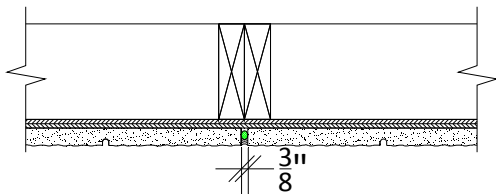

Fig. 5 - Espaciado de juntas de paneles verticales
1. Continúe la instalación con los paneles intermedios llenando el espacio entre los paneles de las esquinas. Se debe tener especial cuidado con la planificación y la instalación de estos paneles. Para proporcionar un mejor aspecto general, mida la distancia entre los paneles de esquina y decida si la instalación final del panel proporcionará el aspecto requerido. Asegúrese de haber proporcionado el espacio correcto entre los bordes del panel. Vea fig. 5